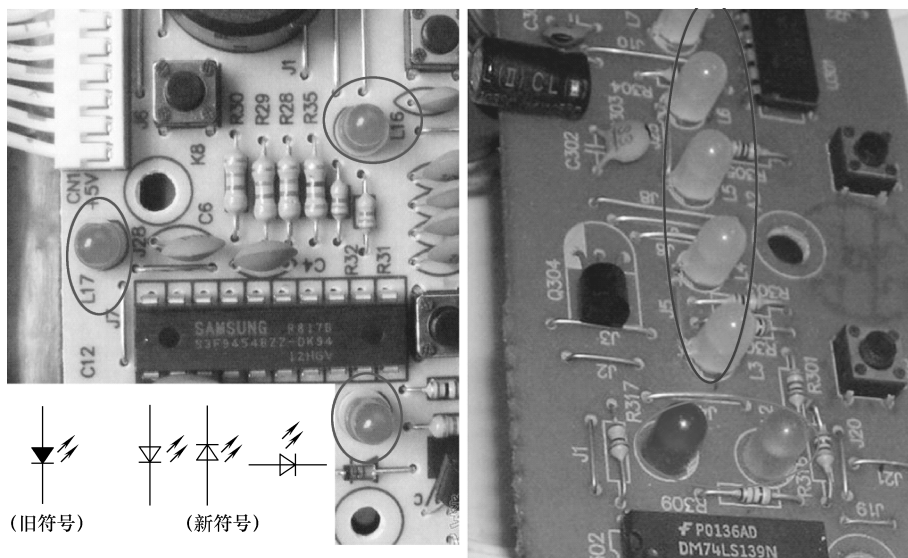

图 2-24 发光二极管电路符号及外形
(4) 发光二极管
发光二极管 (LED) 是将电能转化成光能的二极管，在电磁炉中作为指示灯、组成文字或数字显示。发光二极管由镓 (Ga) 与砷 (As)、磷 (P) 的化合物制成，由一个 PN 结组成，具有单向导电性，且工作电压较低、工作电流很小、抗冲击和抗振性能好，可靠性高，寿命长。磷砷化镓二极管发红光，磷化镓二极管发绿光，碳化硅二极管发黄光。电磁炉发光二极管电路符号及外形如图 2-24 所示。